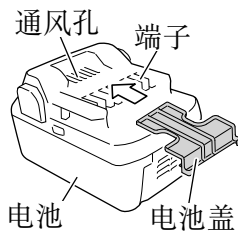

图 1
- 为防止发生短路, 应将电池装入工具中或者在存放时牢固地插入电池盖, 直至看不到通风口。(参照图 1)